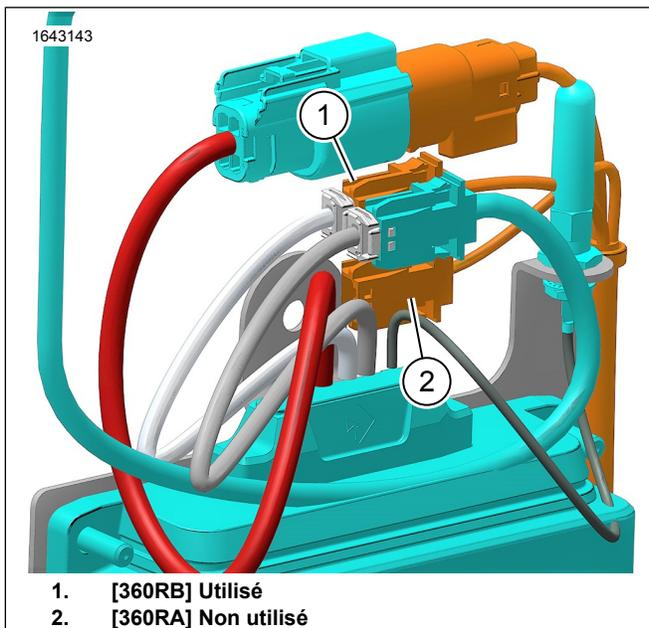

Figure 6. Haut-parleur [360RA] et [360RB]
*Figure 6 Le connecteur de haut-parleur [360RA] n'est utilisé que pour les applications de haut-parleurs Tour-Pak ou de carénages de jambe. Il restera non connecté pour une application avec des haut-parleurs de sacoche.*